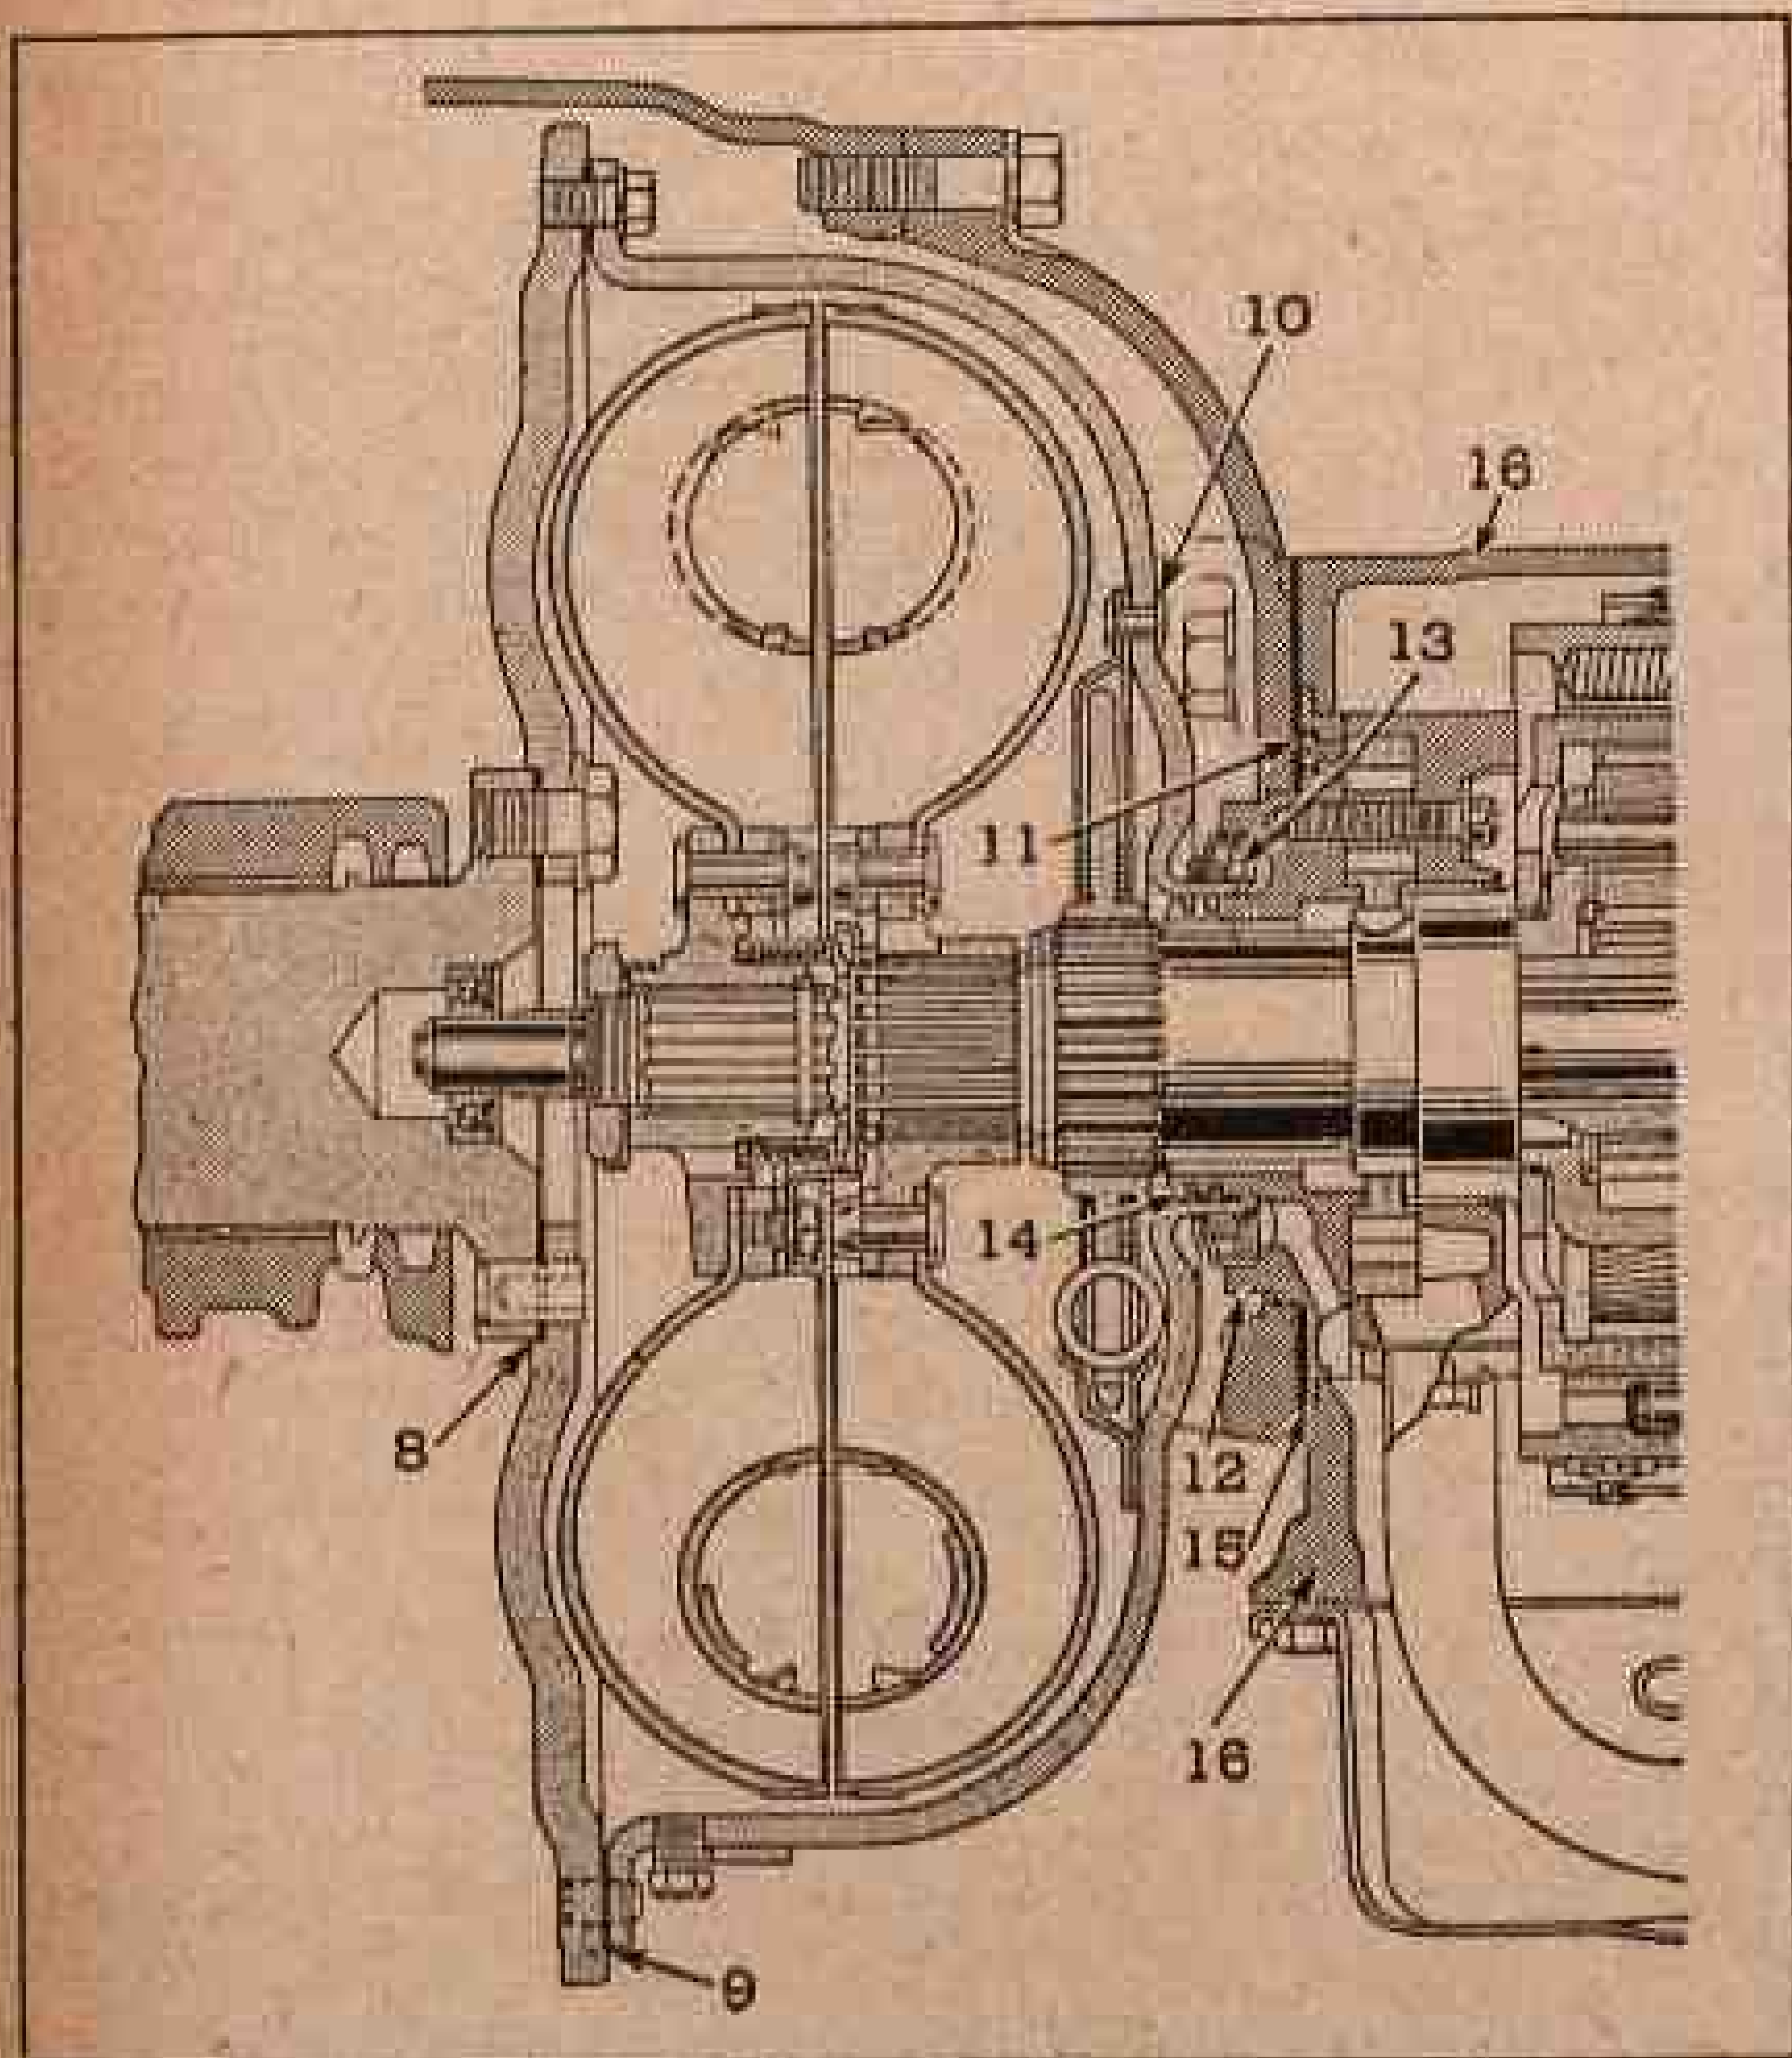

Fig. 300 — Os possíveis pontos de vazamento do líquido (os números são explicados no texto)
- 8 — Entre o virabrequim e a vedação do volante do motor. (Ver fig. 300)
2 — Se fôr encontrado líquido na cobertura do rodízio, pode provir dos anéis de vedação da cobertura dianteira (n. 14 da fig. 300), dessa vedação (13) ou dos rebites amortecedores (10).